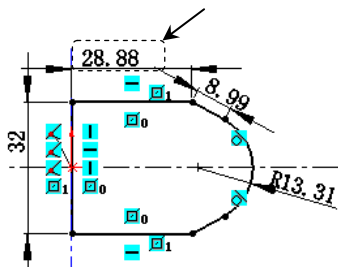
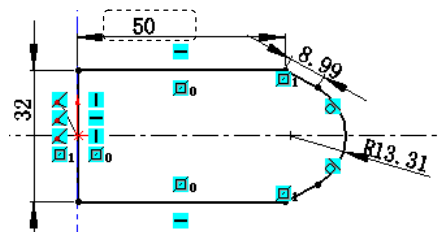

图 2.12.12 添加尺寸约束
图 2.12.13 修改尺寸约束
Step3. 按照 Step2 中的尺寸的添加方法，分别添加其他尺寸。添加完成后如图 2.12.12 所示。
Step1. 双击图 2.12.12 所示的尺寸值，在系统弹出的“修改”文本框中输入值 50，单击  按钮，然后单击“尺寸”对话框中的  按钮，修改完成后如图 2.12.13 所示。